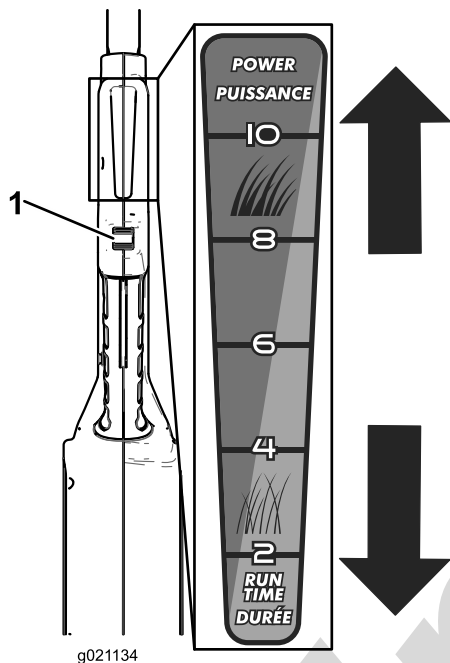

Figura 9
5. Mueva la rueda de control hacia adelante para aumentar la velocidad del motor, y hacia usted para reducir la velocidad del motor (Figura 9).